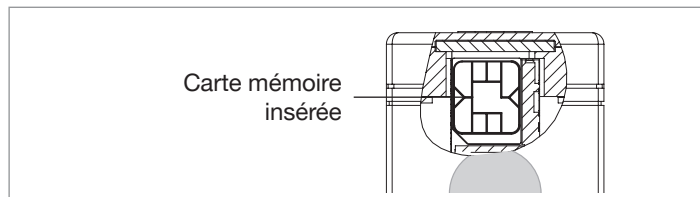

Fig. 23: Plan de coupe
- Prêter attention au sens d'insertion de la carte mémoire. La Fig. 23 indique la position finale de la carte mémoire dans le produit.